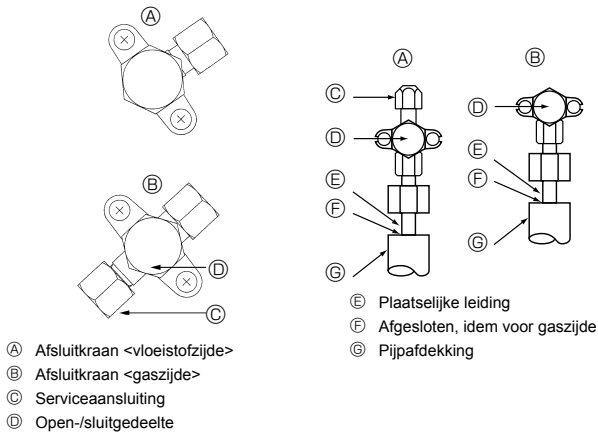

Fig. 4-4
4.4. Luchtdichtheid van de koelstofpijpen testen (Fig. 4-4)
- Als de druk in stap (2) of (3) terugloopt, is er een gaslek. Zoek het lek.